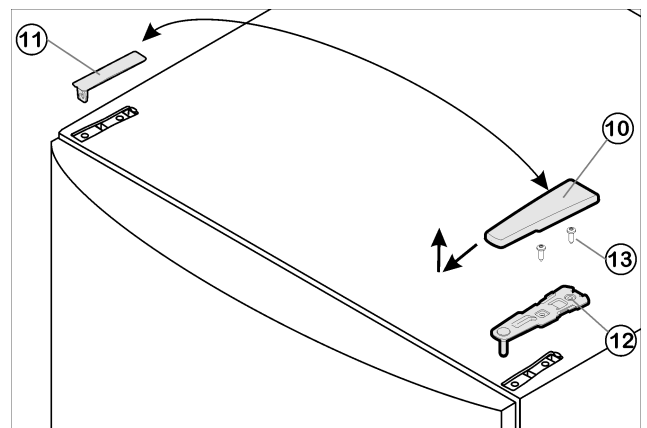

Fig. 4
- ▶ Afdekking Fig. 4 (10) naar voren en boven wegtrekken.
- ▶ Afdekking Fig. 4 (11) eraf nemen.
- ▶ Bovenste lagerbus Fig. 4 (12) losschroeven (2 maal Torx® 25) Fig. 4 (13) en naar boven eraf trekken.
- ▶ Plaats de bovenste lagerbus Fig. 4 (12) aan de nieuwe scharnierkant in de deur.
- ▶ Bovenste lagerbus Fig. 4 (12) **goed (met 4 Nm)** vastschroeven (2 maal Torx® 25) Fig. 4 (13). Steek de schroefgaten indien nodig voor of gebruik de accuschroevendraaier.
- ▶ Afdekking Fig. 4 (10) en afdekking Fig. 4 (11) elk op de tegenoverliggende zijde vastklikken.